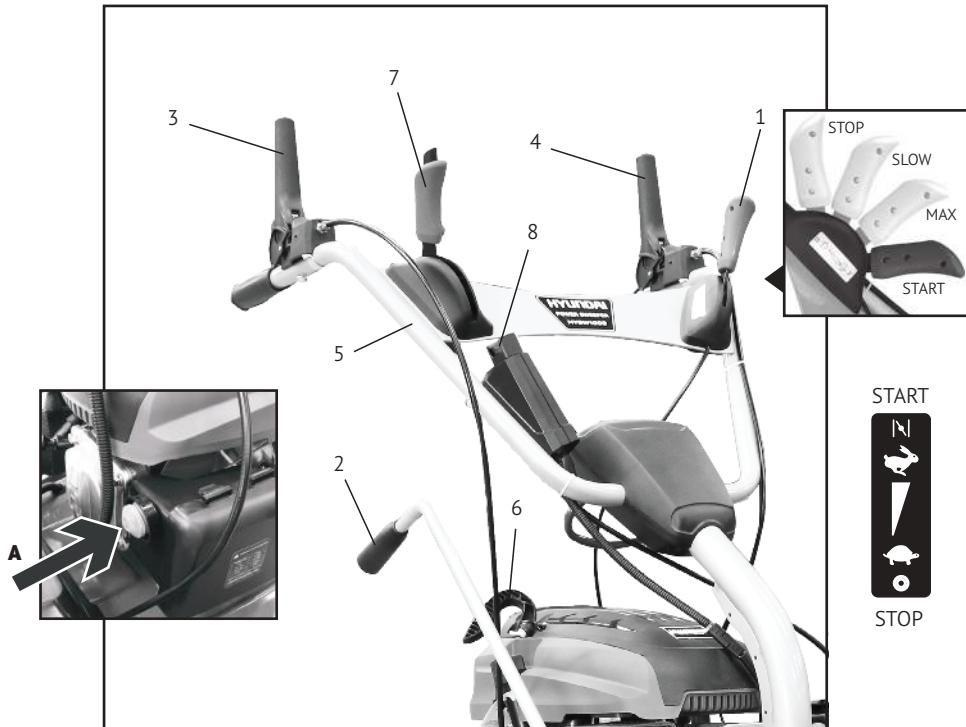

Рис. 13
- Установите рычаг регулировки оборотов двигателя 1 в крайнее положение (START), т.е. до упора вперед. В этом положении воздушная заслонка будет переведена в положение «Закрыто» для запуска холодного двигателя (Рис. 13).
- Подкачивайте топливо, нажав на насос подкачки топлива (Рис. 13, А) 3-5 раз. В случае, если двигатель прогрет, нажмите на насос всего 1-2 раза.
- Запустите двигатель, используя ручной стартер 6 (Рис. 13). Медленно потяните рукоятку ручного стартера до тех пор, пока не почувствуете повышенное сопротивление. После этого быстрым, но плавным движением вытяните рукоятку ручного стартера на полный взмах руки.
- Выберите оптимальную для работы скорость вращения щетки 7. Опустите рычаг привода щетки 4 для начала работы (Рис.13).
- Нажмите рычаг привода движения 3 (Рис. 13). Колеса приведены в движение, щетка вращается. Для остановки вращения щетки и остановки движения отпустите рычаги.
- Передвиньте рычаг регулировки оборотов двигателя 1 в положение STOP (Рис. 13).
- Установите рычаг регулировки оборотов двигателя 1 в крайнее положение (START), т.е. до упора вперед. В этом положении воздушная заслонка будет переведена в положение «ЗАКРЫТО» для запуска холодного двигателя (Рис. 13).
- Подкачивайте топливо, нажав на насос подкачки топлива (Рис. 13, А) 3-5 раз. В случае, если двигатель прогрет, нажмите на насос всего 1-2 раза. При очень низкой температуре и при отсутствии запуска повторите процедуру подкачки топлива (до 3-х раз).
- Передвиньте рычаг регулировки оборотов двигателя 1 в положение STOP (Рис. 13). Двигатель будет остановлен.